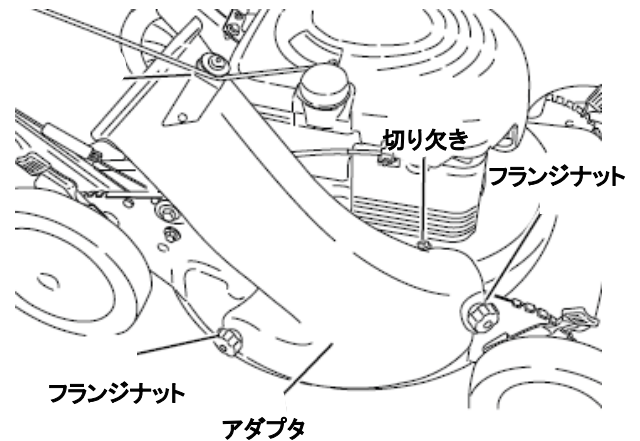

図 3-12
1. 集草するときにはアダプタを取り付けます。デッキから出ている3本のボルトに、アダプタの前後の2つの穴と上部の1つの切り欠きをはめて2つのフランジナットでしっかりと締め付けます。（図 3-12）